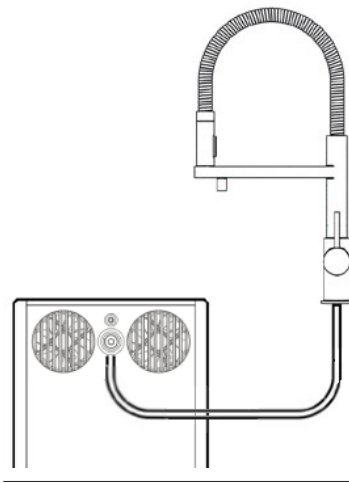

Fig. 1-15
18.1 – Inserire a pressione il tubo idrico proveniente dal rubinetto, nel lato posteriore della macchina fino al punto di arresto, vedi fig 1-15.